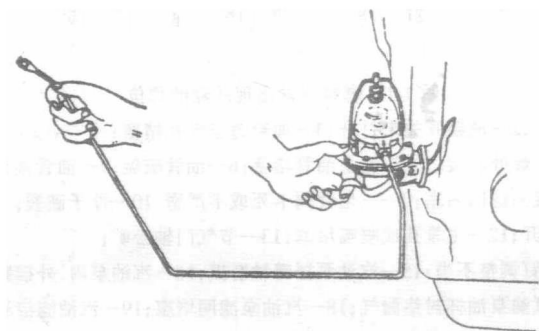

图 1-2 检查化油器进油管是否出油
(1) 观察汽油表或直接检查油箱内是否有油。如有油,检查油箱开关是否打开,油箱通气孔是否堵塞。
(2) 若上述检查中没有问题,可将化油器进油管拆下,用起动机或手摇柄转动发动机曲轴,观察油管出油情况。若不喷油就可断定故障在油箱与汽油泵之间(包括汽油泵)。如果再用手油泵泵油,油管中仍不出油(见图 1-2),可进行分段检查。